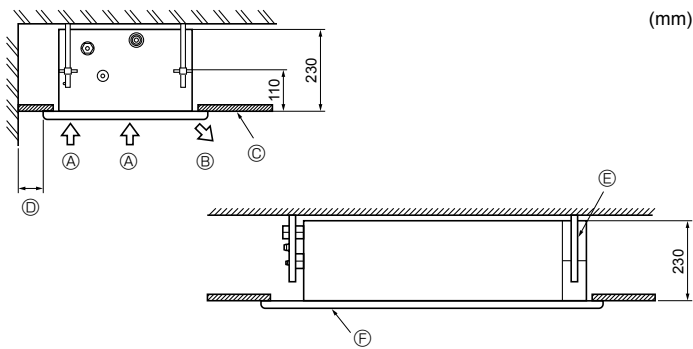
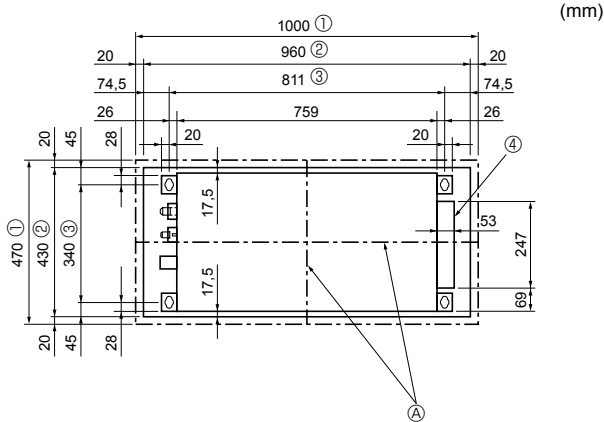

Fig. 2-2
Fig. 2-3
2.2. Espace nécessaire pour le service technique (Fig. 2-2)
- ① Arrivée d'air
- ② Sortie d'air
- ③ Panneau du plafond
- ④ 200 mm min.
- ⑤ Boulons de suspension W3/8 ou M10
- ⑥ Grille
2.3. Ouvertures dans le plafond et emplacement des boulons de suspension (Fig. 2-3)
- ① Le centre de l'ouverture du plafond doit être aligné sur le centre de l'appareil intérieur.
- ① Côté extérieur de la grille
- ② Ouverture dans le plafond
- ③ Hauteur du boulon
- ④ Boîtier électrique